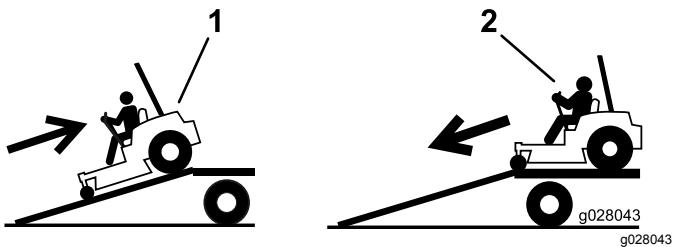

Bild 45
4. Fahren Sie mit der Maschine rückwärts auf die Rampe (Bild 45).
2. Fahren Sie die Maschine vorwärts von der Rampe herunter (Bild 45).